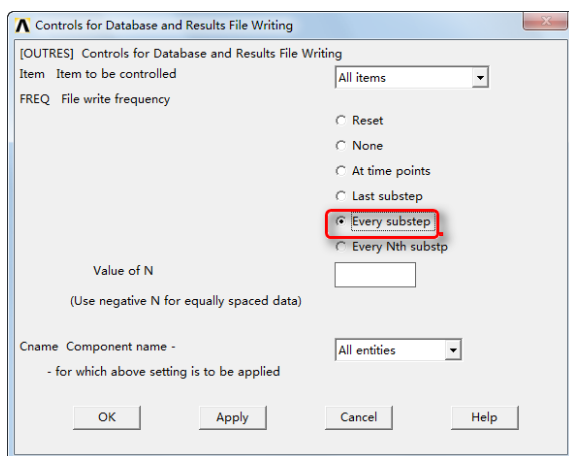

图 14-36 “Controls for Database and Results File Writing” 对话框
⑥ 设置输出选项：Main Menu > Solution > Load Step Opts > Output Ctrls > DB/Results File，弹出 “Controls for Database and Results File Writing” 对话框，在 “[FREQ] File write frequency” 后面单击选中 “Every substep”，如图 14-36 所示，单击 “OK” 按钮。